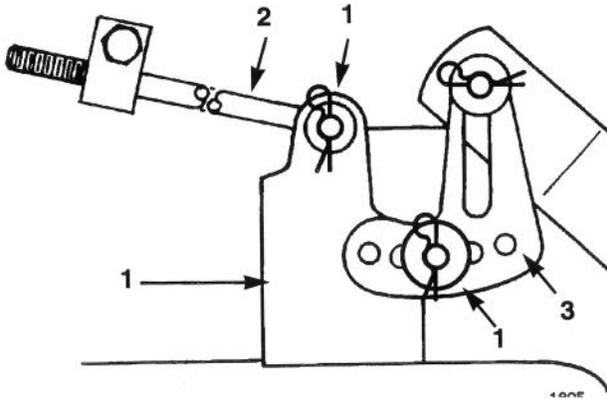

Figure 41
- 9. Déposer la goupille et rondelle à l'extrémité de la longue tige (Fig. 41). Extraite la tige du support de la tondeuse. Répéter l'opération de l'autre côté de la tondeuse.
- 10. Enlever la goupille fendue et la rondelle du support de mise à niveau de la tondeuse (Fig. 41).